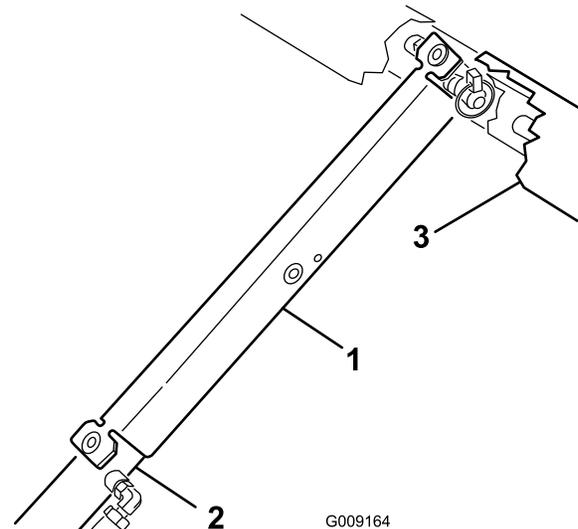

Bild 47
7. Schieben Sie die Ladepritschenstütze auf die Zylinderstange. Achten Sie darauf, dass die Stützenendlaschen auf dem Ende der Zylindertrommel und auf dem Ende der Zylinderstange aufliegen (Bild 47).